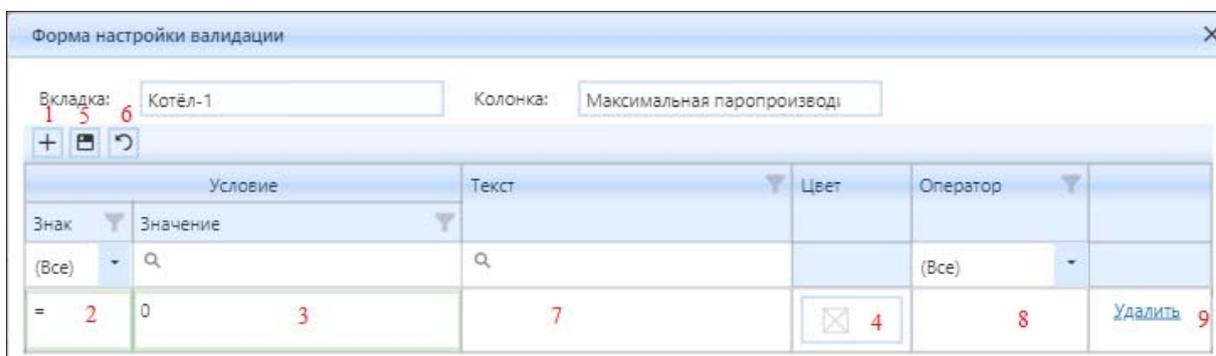

Рисунок 4.7.37 – Настройка валидации
Для настройки правил валидации нажмите кнопку (1) «Валидация» (см. рис. 4.7.35). Откроется окно «Форма настройки валидации» (см. рис. 4.7.36), для выбранной вкладки и колонки нажмите на кнопку (1) «Добавить» (см. рис. 4.7.37).
- в поле (2) «Знак» (рис. 4.7.37) выберите знак, соответствующий создаваемому правилу валидации (доступны следующие знаки: «>=», «!=», «>», «<», «>=», «<=»);
- в поле (3) «Значение» (рис. 4.7.37) введите значение, соответствующее создаваемому правилу и выбранному знаку;
- в поле (4) «Цвет» (рис. 4.7.37) установите цвет, соответствующий выполнению условия для значения. При необходимости добавьте поясняющий текст в поле (7) (рис. 4.7.37) и поле (8) «Оператор» (два варианта: и, или; см. рис. 4.7.37);
- нажмите кнопку (5) «Сохранить изменения» (см. рис. 4.7.37) для подтверждения всех внесенных изменений, либо кнопку (6) «Отменить изменения» (рис. 4.7.37) для отмены произведенных действий.
- чтобы удалить созданное правило, нажмите кнопку (9) «Удалить» (рис. 4.7.37).